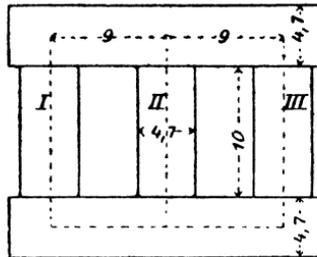

Fig. 167.
301. Ein Drehstromtransformator (Fig. 167) wird primär an eine Klemmenspannung von 40 [60] (120) V und 60 [50] (50) Perioden angeschlossen. Die sekundäre Spannung soll 65 [220] (440) V betragen. Die Wickelungen primär und sekundär sind in Sternschaltung verbunden. Der Querschnitt eines Kerns beträgt 20 cm².
- der Magnetisierungsstrom, wenn die Abmessungen des Transformators der Fig. 167 entsprechen und jede Stoßfuge gleich einem Luftzwischenraum von 0,005 cm gerechnet wird,